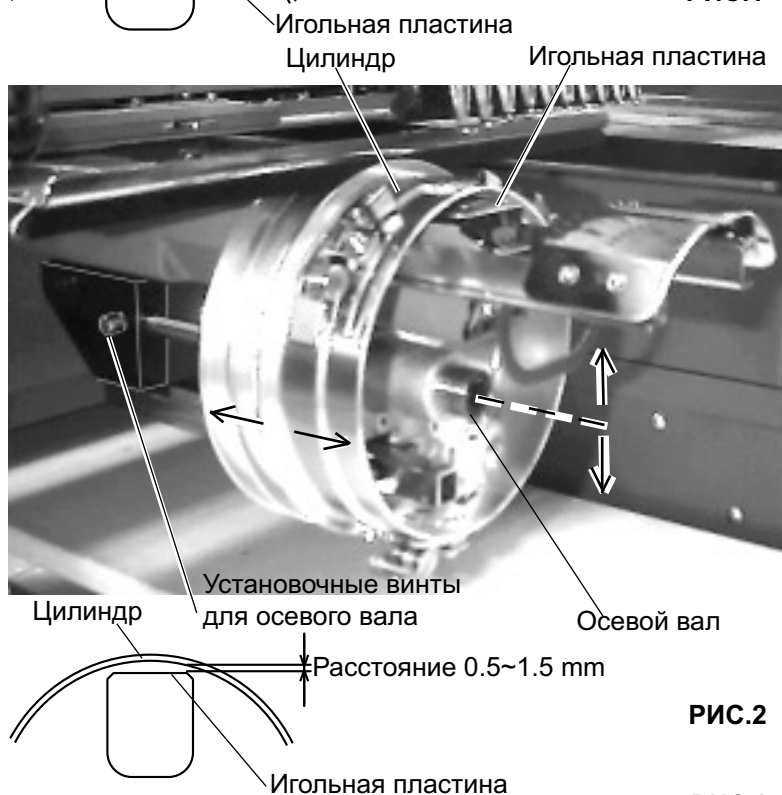

РИС.2
3. Как показано на рис.2, двигайте осевого вал вверх/вниз рукой и отрегулируйте так, чтобы расстояние между верхней изнанкой цилиндра и игольной пластиной стало таким, как показано на рис. И закрепите установочными винтами для осевого вала.